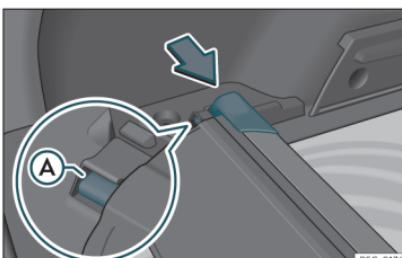

Fig. 121 En el maletero: alojamiento para guardar la bandeja enrollable.
- Presione el cabezal de la bandeja enrollable en el sentido de la flecha hasta encajarlo en el alojamiento previsto para tal uso **»» fig. 121.** Asegúrese de que el patín A encaja en el alojamiento correspondiente.